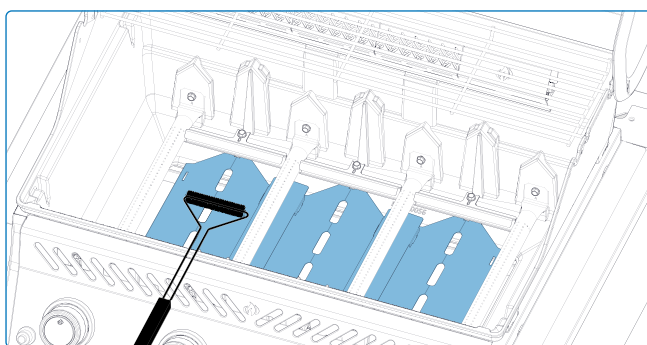

Fig. 11
- Pulire regolarmente la vaschetta raccogliogocce—circa ogni 4–5 utilizzi—per evitare l'accumulo di grasso (**Fig. 11**).